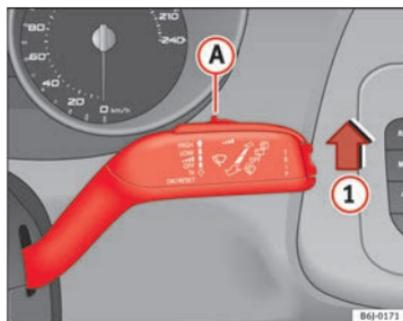

Fig. 65 Manípulo do limpa pára-brisas
- Deslocar o manípulo do limpa pára-brisas para a posição ① ⇒ Fig. 65.